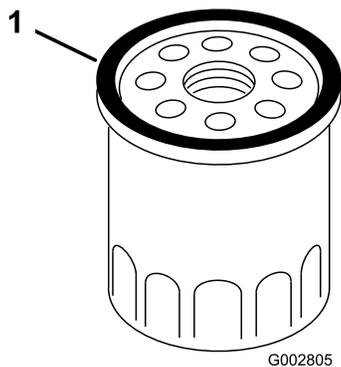

Bild 26
- Schmier Sie mit dem Finger etwas Öl auf die Dichtung am neuen Filter (Bild 26).